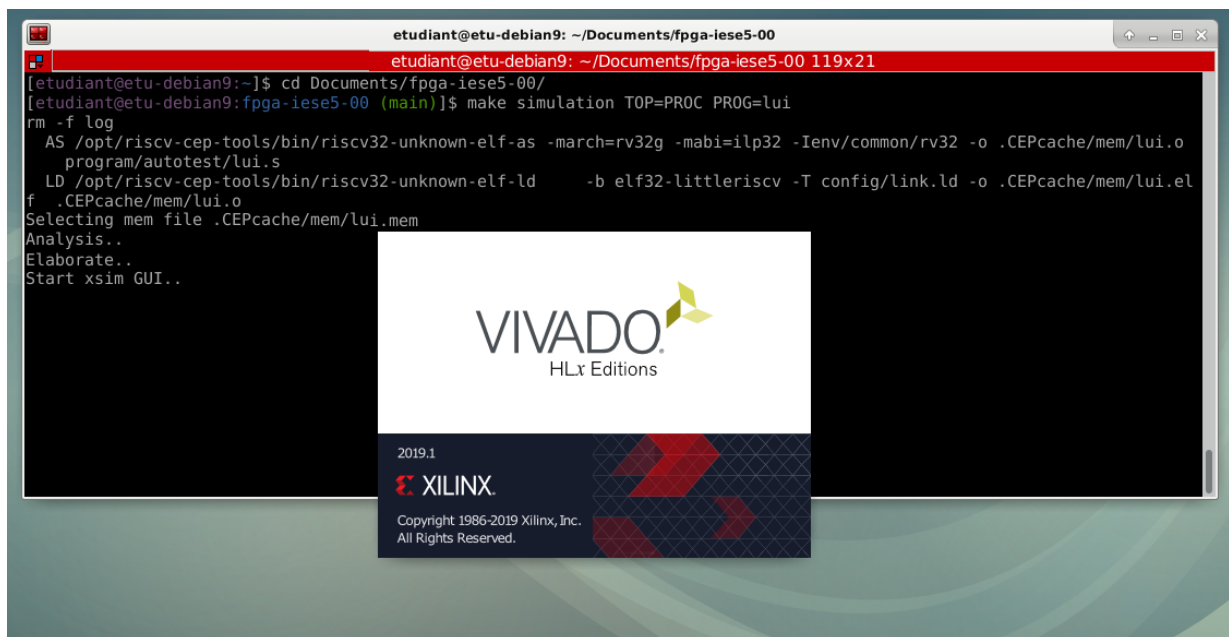

FIGURE 1 – Exécution de la simulation – test lui.s
- Attendez les étapes d'analyse, élaboration et démarrage du xsim (voir Figure 1)